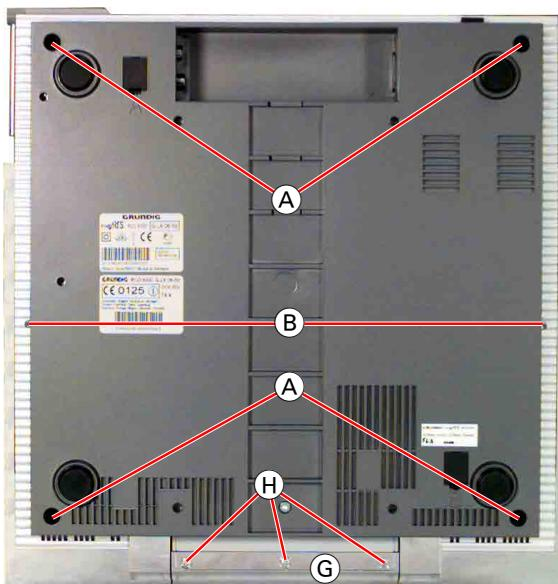

Fig. 1
- 4 Schrauben **(A)** und 2 Schrauben **(B)** (Fig. 1) herausdrehen.
- Alternativ: 3 Schrauben **(H)** (Fig. 1) herausschrauben und die CD-Blende **(G)** abnehmen.
- Undo the 4 screws **(A)** and the 2 screws **(B)** (Fig. 1).
- Alternative: Undo 3 screws **(H)** (Fig. 1) and remove the CD Cover **(G)**.